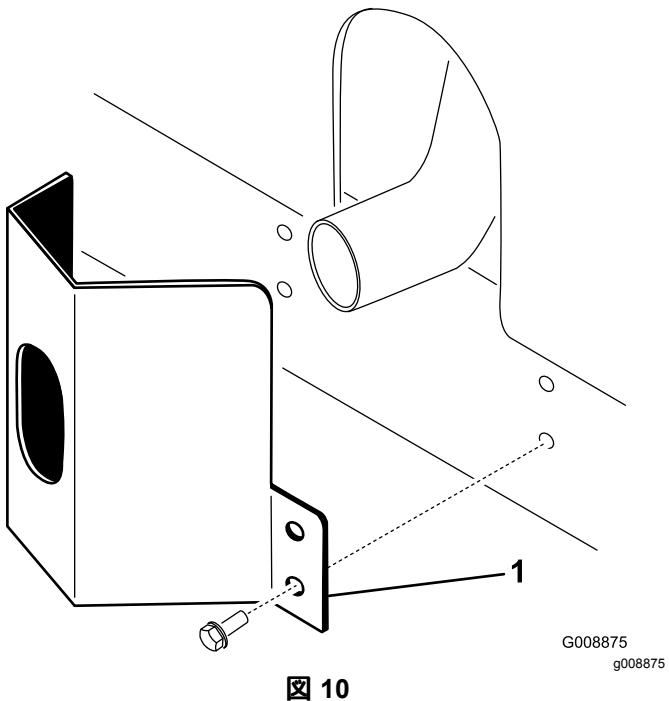

図 10
1. フレームについている取り付け穴に合わせてマフラー部にガードを取り付ける図 10。
2. タップねじ本で固定する図 10。